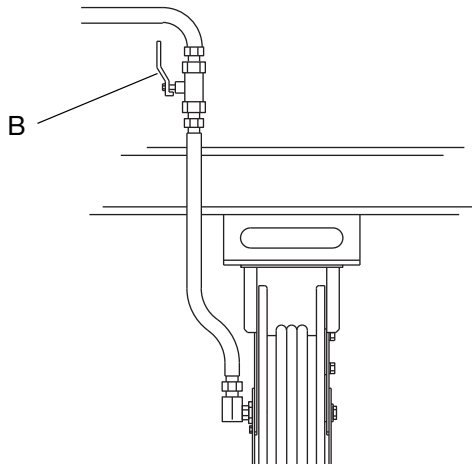

FIG. 3
1. Cierre la válvula de cierre del fluido (B) en cada posición de dispensación (FIG. 3).
5. Abra poco a poco la válvula de cierre (B) en la posición de dispensación y enjuague con una cantidad suficiente de aceite para asegurarse de que todo el sistema quede limpio (FIG. 3).
6. Cierre la válvula de cierre (B) (FIG. 3).